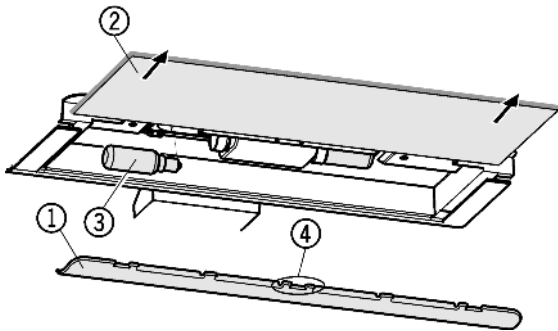

Fig. 19
- ▶ Снятие накладки Fig. 19 (1): сзади возьмитесь пальцем за накладку и снимите её с фиксатора.
- ▶ Извлеките стеклянную полку Fig. 19 (2).
- ▶ Лампу накаливания Fig. 19 (3) замените.
- ▶ Установка накладки на место: защелкните справа и слева, следя за тем, чтобы средний крюк Fig. 19 (4) захватил стеклянную полку.